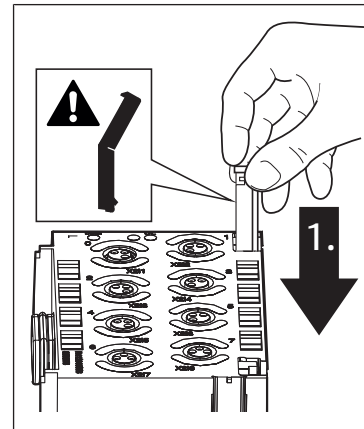

Fig. 8: Colocación del elemento de fijación de resorte
- Coloque los dos elementos de fijación de resorte suministrados en el módulo E/S e insértelos presionando en la ranura hasta que encastran (véase Fig. 8: Colocación del elemento de fijación de resorte).